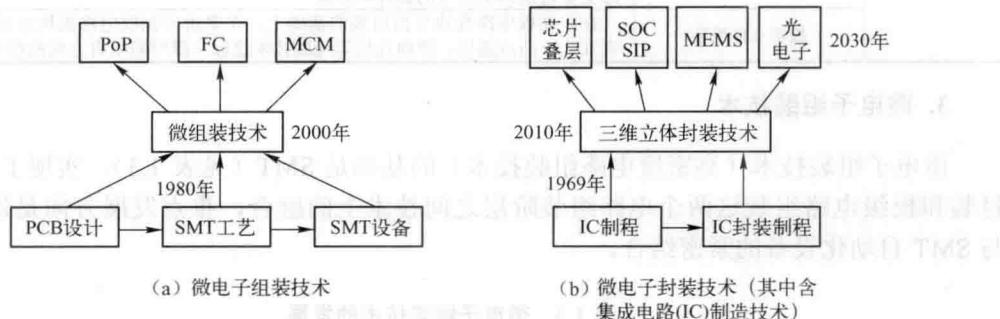
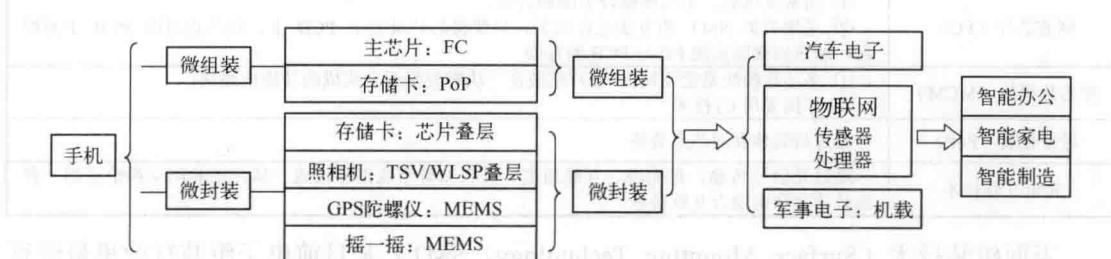

图 1.3 微电子制造技术
图 1.4 微电子制造技术在手机等中的应用
国际电子制造技术正向微电子制造技术方向高速发展。微电子制造技术包括集成电路 (IC) 制造技术、微电子组装技术和微电子封装技术见图 1.3，是集当今世界最先进科技成果于一体的综合性交叉式边缘学科，是庞大和复杂的系统工程和综合技术。微电子制造技术在手机等电子产品中的应用如图 1.4 所示，已成为电子产品的核心技术。